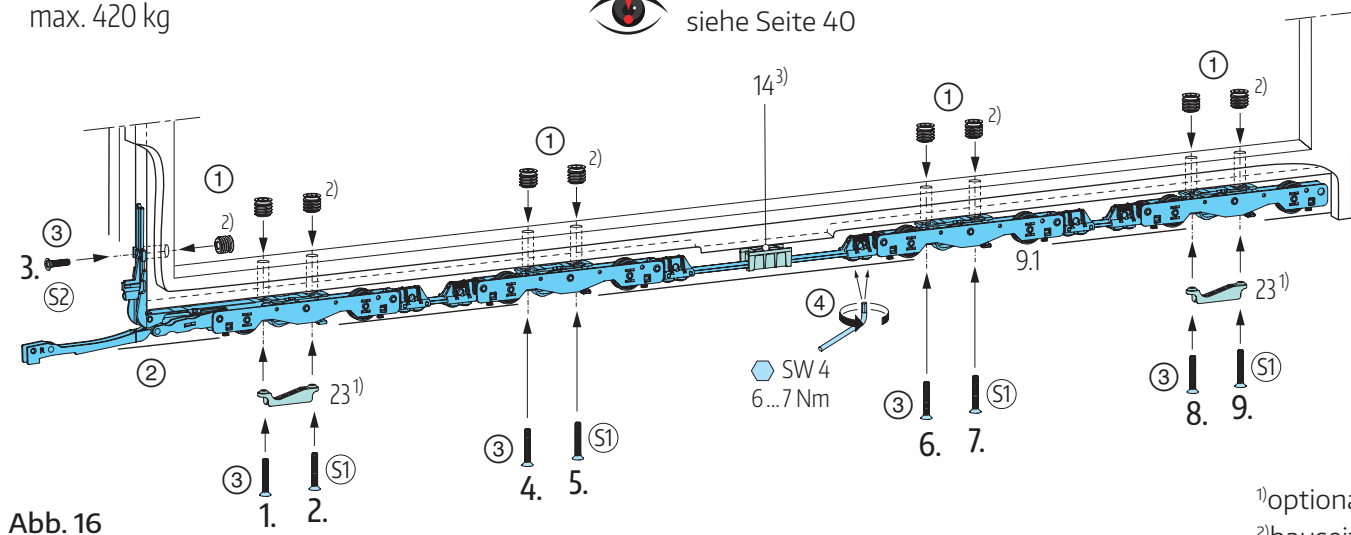

Abb. 16
Einsetzen der Laufwageneinheit in den Schiebeflügel, Abb. 16
- ② Die gesamte Laufwageneinheit in die Beschlagaufnahmenut des Schiebeflügels einsetzen und ③ mit Schrauben S1, S2 (siehe Tabelle) in den RAMPA Gewindemuffen mit 4,5 ... 6 Nm verschrauben. **Beachten Sie hierbei unbedingt die Schraubreihenfolge**, welche Sie nach den Nummerierungen gemäß der **Abb. 16** durchführen.